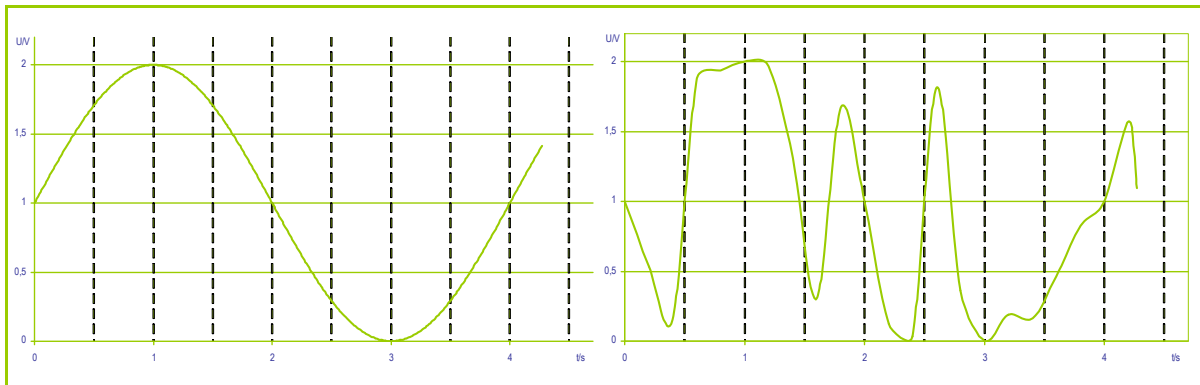

Abbildung 3 Analoge Signale
In der folgenden Aufgabe sollen zwei analoge Signale, die in Abbildung 3 dargestellt sind, abgetastet werden. Ihr übernehmt somit den ersten Schritt der A/D-Wandlung, wobei ihr mit unterschiedlichen Abtastfrequenzen arbeiten werdet. Die Abtastfrequenz (bzw. Abtasthäufigkeit) bestimmt, wie oft Werte aus dem analogen Signal übernommen werden.
- 3) Überführt die analogen Signale aus Abbildung 3 in zeitdiskrete Signale mit einer Abtastfrequenz von 1 Hz. Beginnt mit der Abtastung zum Zeitpunkt  $t_0 = 0$  s und zeichnet die beiden zeitdiskreten Signale in jeweils ein Diagramm bis zum Zeitpunkt  $t_1 = 4$  s.